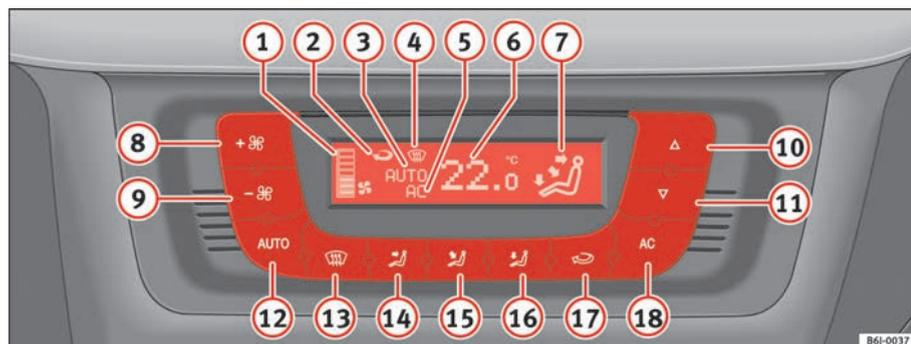

Fig. 92 Mandos del Climatronic en el tablero de instrumentos
- Gire el regulador de la temperatura ⇒ página 130, fig. 92
- Pulse la tecla **AUTO**. Se visualiza la indicación ⇒ página 130, fig. 92 .
- Pulse una de las teclas ⇒ **página 130, fig. 92** **(14)** a **(16)** o presione el regulador del ventilador **(8)** y **(9)**. Se apaga la indicación **(3)**.
El ventilador puede ajustarse por medio de las teclas **(8)** y **(9)** ⇒ **página 130, fig. 92**. Si el ventilador está apagado (en la pantalla no se indica ningún nivel **(1)**) y sigue presionando la tecla **(9)**, se apaga el Climatronic. En tal caso aparecerá **OFF** en la pantalla.
- Pulse la tecla **(5)** para conectar o desconectar la recirculación de aire. Está conectada si aparece el símbolo **(6)** ⇒ **página 130, fig. 92** en la pantalla. ▶